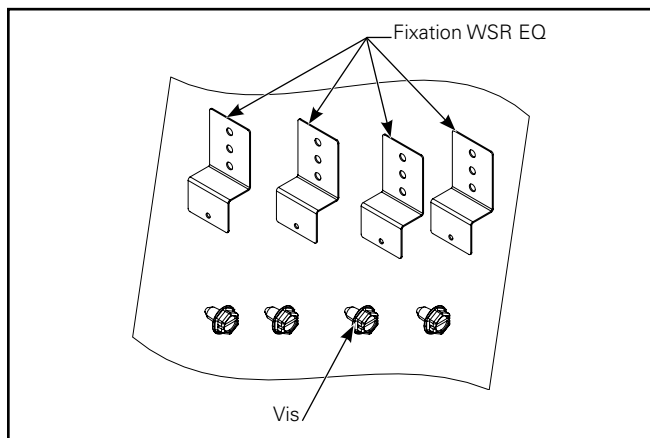

Figure 2.
3. Assemblez la fixation WSR EQ avec les vis fournies dans le sac en polyéthylène (figure 2).